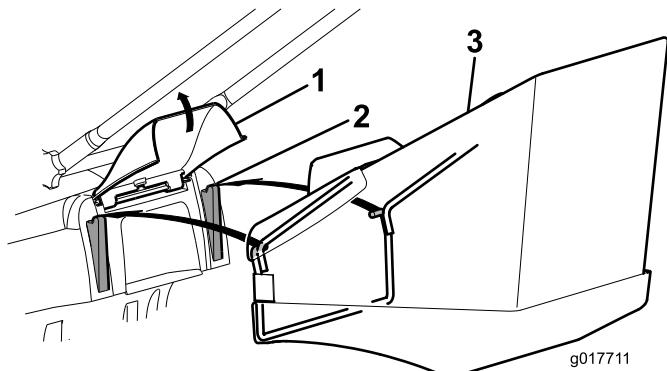

Figura 14
1. Levante la tapa trasera, retire el tapón de mulching (Figura 15) e instale el recogedor sobre las orejetas (Figura 14).